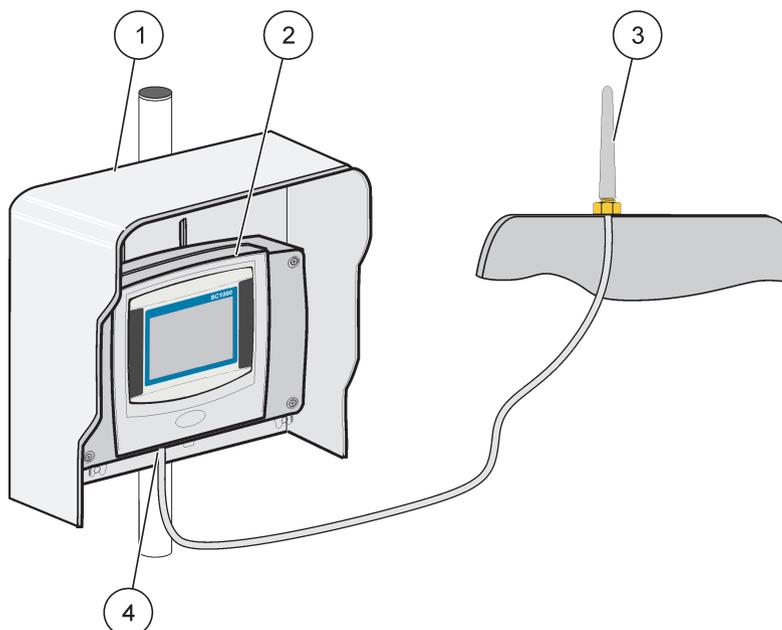

Figure 35 Connecter l'antenne GSM externe.
4. Relier le câble de l'antenne à la prise de l'antenne GSM sur le module d'affichage (Figure 7). Utiliser l'adaptateur fourni pour relier le connecteur d'antenne et la connexion GSM de l'antenne (Figure 35).